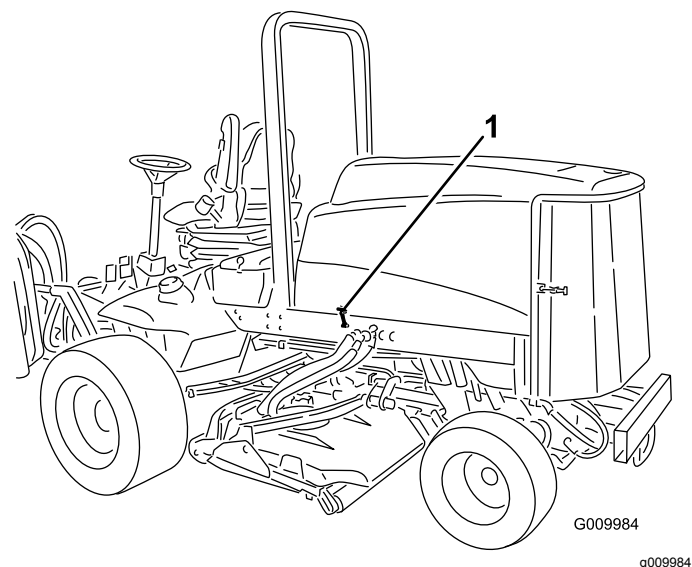

Bild 3
- Haken Sie den Motorhaubenriegel aus der Motorhaubenriegelhalterung aus (Bild 3).